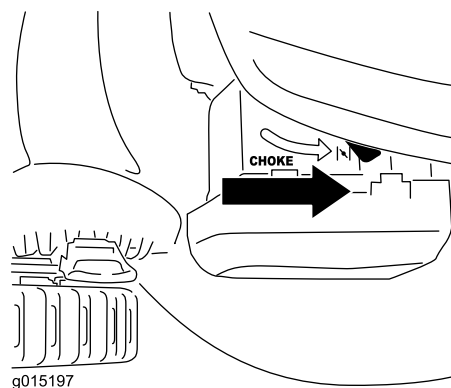

Figura 21
3. A motore freddo, portate la leva dello starter in posizione Starter (Figura 21). Non usate lo starter se il motore è caldo.